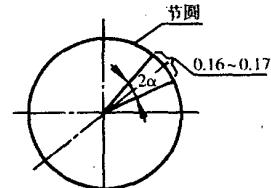

图4
② 为了减少侧隙，又能保证齿轮啮合，防止由于温升及油润滑不良而咬死，故将理论数据实际调整到 $0.16\sim0.17$ mm。
③ 侧隙的存在，必然导致回差的存在。进行下列计算 (见图 4)：